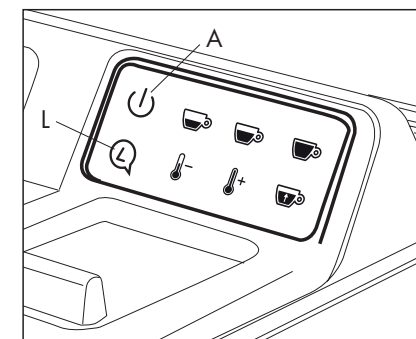

Fig. 9
- Pulse el botón (L) para seleccionar el idioma.
- Pulse el botón A para confirmar el idioma seleccionado. (Fig. 9)